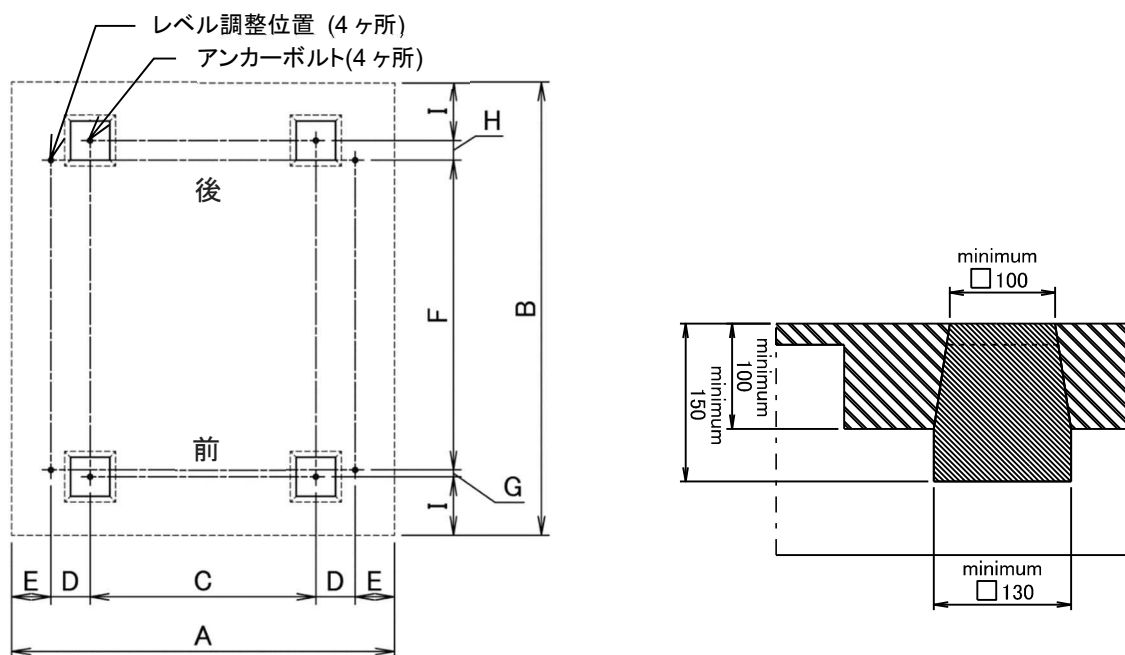

図 4-2
- 1) 機械の据付は、床荷重に耐えられるコンクリートの水平かつ凹凸の無い床に、(図4-2)の示す位置に、相対的に段差の無く、水平な4ヶ所のコンクリート基礎を施工してください。
- 2) コンクリート床自身が十分な強度、完全に平らでかつ水平、十分な厚みがあるならば(図4-2)に示す基礎工事を省くことができます。